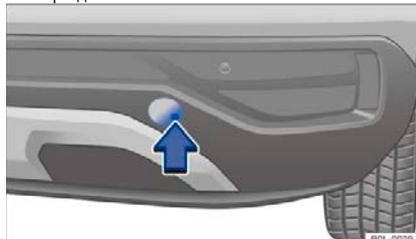

Рисунок 121 Верхняя правая сторона заднего бампера: снимите крышку
- Нажмите на правую часть крышки в направлении стрелки → рис. 121, чтобы освободить защелку крышки.